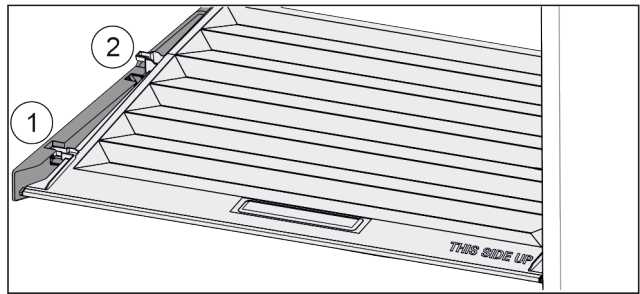

Fig. 37
- ▶ Tirer le couvercle vers l'avant jusqu'à dans l'orifice des pièces de retenue Fig. 37 (1).
- ▶ Le soulever par le bas à l'arrière et le sortir par le haut Fig. 37 (2).